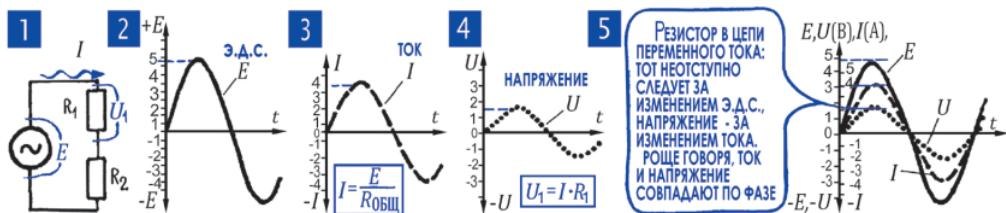

Рис. 6.5. Графики переменной ЭДС, напряжения и тока в электрической цепи
**4. Под действием переменной ЭДС в цепи идет переменный ток, а на участках цепи действуют переменные напряжения.** Все, что происходит в электрической цепи, подчиняется закону Ома, и если увеличивается или уменьшается ЭДС, то увеличивается или уменьшается ток, если меняется полярность генератора, то меняется направление тока (рис. 6.5; 3). И также в полном соответствии с законом Ома (но уже для участка цепи) переменный ток, проходя по какому-нибудь резистору, создает на нем переменное напряжение (рис. 6.5; 4).
Переменный ток и переменное напряжение по пятам следуют за всеми изменениями ЭДС, и поэтому график переменного тока и график переменного напряжения будут точной копией графика переменной ЭДС. Очень часто кривую тока и кривую ЭДС или напряжения располагают вообще на одном графике (рис. 6.5; 5), сделав для этого две разметки вертикальной оси – одну разметку в вольтах для ЭДС или напряжения, другую разметку в амперах для тока. Рассматривая такой двойной график, нужно помнить, что это всего лишь экономия бумаги, и ничего больше. Ни в коем случае нельзя сравнивать высоту этих кривых – они рассказывают о разных величинах, каждая начертана в своем масштабе, и общая у них только ось времени.
События на участке с активным сопротивлением беспрекословно подчиняются закону Ома в том виде, в каком он был установлен для постоянного тока (гл. 4; 1, 7). Амплитуда тока, например, равна амплитуде ЭДС, деленной на сопротивление; эффективное напряжение равно эффективному току, умноженному на сопротивление (рис. 6.7), и т. д. Поэтому и максимум тока наблюдается точно в тот же момент, что и максимум напряжения, то есть между током и напряжением нет никакого сдвига фаз (рис. 6.5; 5).